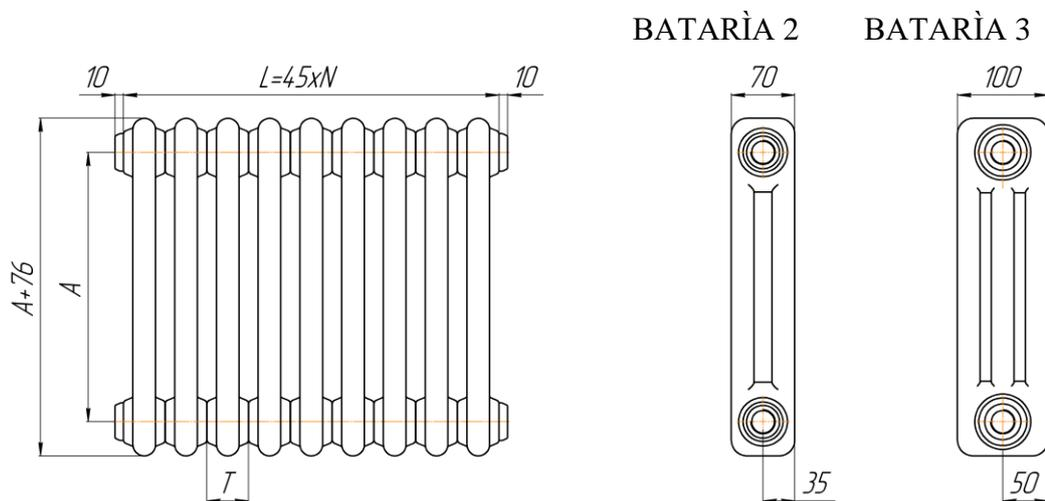

Рис. 1. T – шаг (45мм), N – количество секций.
3.1. Основные размеры и параметры радиаторов приведены на рис. 1 и в таблице.